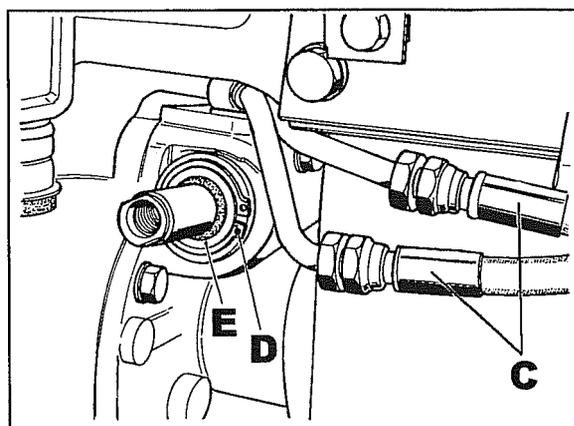

Fig. 70
2. Placer un récipient pour récupérer l'huile, puis débrancher les canalisations **C** fig. 70.
3. Enlever le circlips **D** fig. 70.